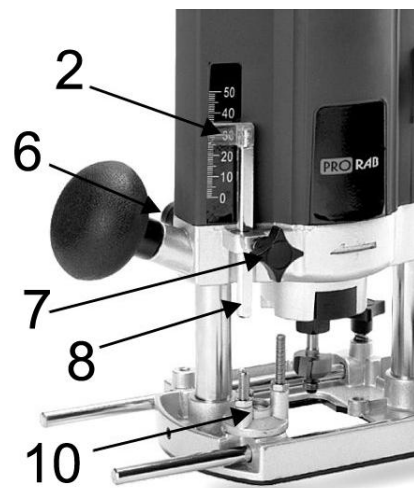

Рис. 5
- Ослабьте фиксатор положения фрезера (6)(См. Рис.5). Переведите стопор в верхнее положение.
- Отметьте начальное значение на шкале (2)(См. Рис.5).
- Установите ограничитель (7)(См. Рис.5) напротив полученного значения.
- Затяните винт-фиксатор ограничителя (8)(См. Рис.5).
- Если Вам требуется выполнить несколько резов различной глубины, настройте все ограничивающие винты на барабане (10)(См. Рис.5) на нужную длину. Закручивая или откручивая ограничительный винт, установите ограничитель глубины в желаемое положение.
- Поверните барабан (10) (См. Рис. 5) с регулировочными винтами в желаемое положение.